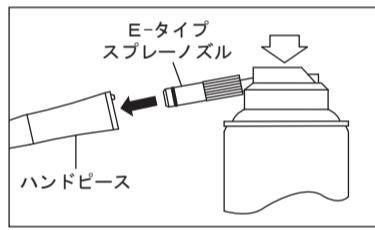

図7
- 2) Eタイプスプレーノズルをハンドピース後部へ挿し込み、ハンドピースを押さえて、ハンドピース先端よりオイルが出るまで2~3秒スプレーします。注油は先端から異物等の汚れが出なくなるまで繰り返し行います(図7)。
- 3) 最後に、パナスプレー(図7)または弊社製自動注油システムによる注油を行います。